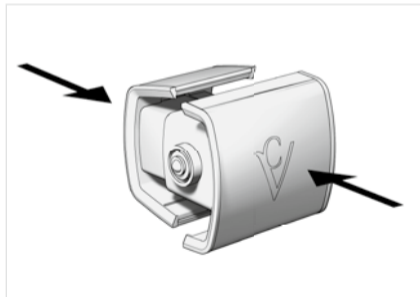

Fig. 01 : Agrafe de la montre.
1. Avec le pouce et l'index, sortez l'agrafe de la montre du support de votre Chronovision One et pressez-là (s. fig. 01).